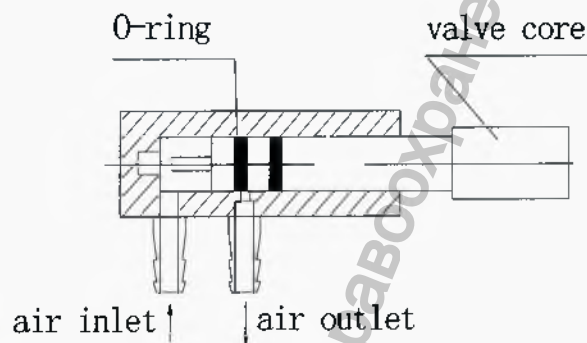

Рисунок 5-3 Удерживающий клапан
- (1) Отключите питание;
(2). Ослабьте регулировочный винт, снимите удерживающий клапан, удалите золотник клапана и проверьте уплотнительное кольцо, как показано на схеме 15 (Рисунок 5-3).